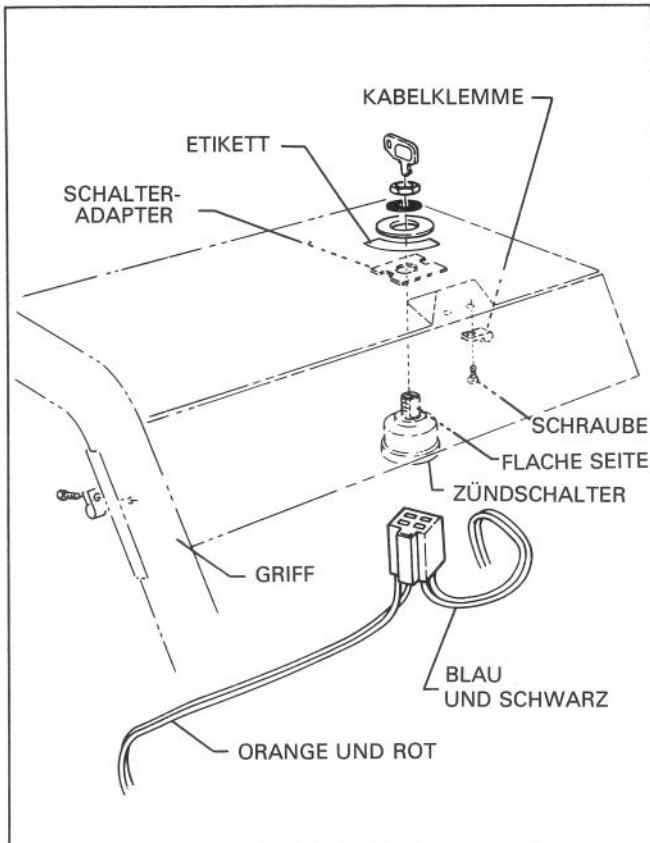

Figure 19
35. Wie in Abb. 19 gezeigt einen neuen Zündungsschalter anbringen. Aufpassen, daß die abgeflachte Seite auf dem Schlüsselschalter und Schalteradapter der Vorderseite des Motors zugewandt sind.